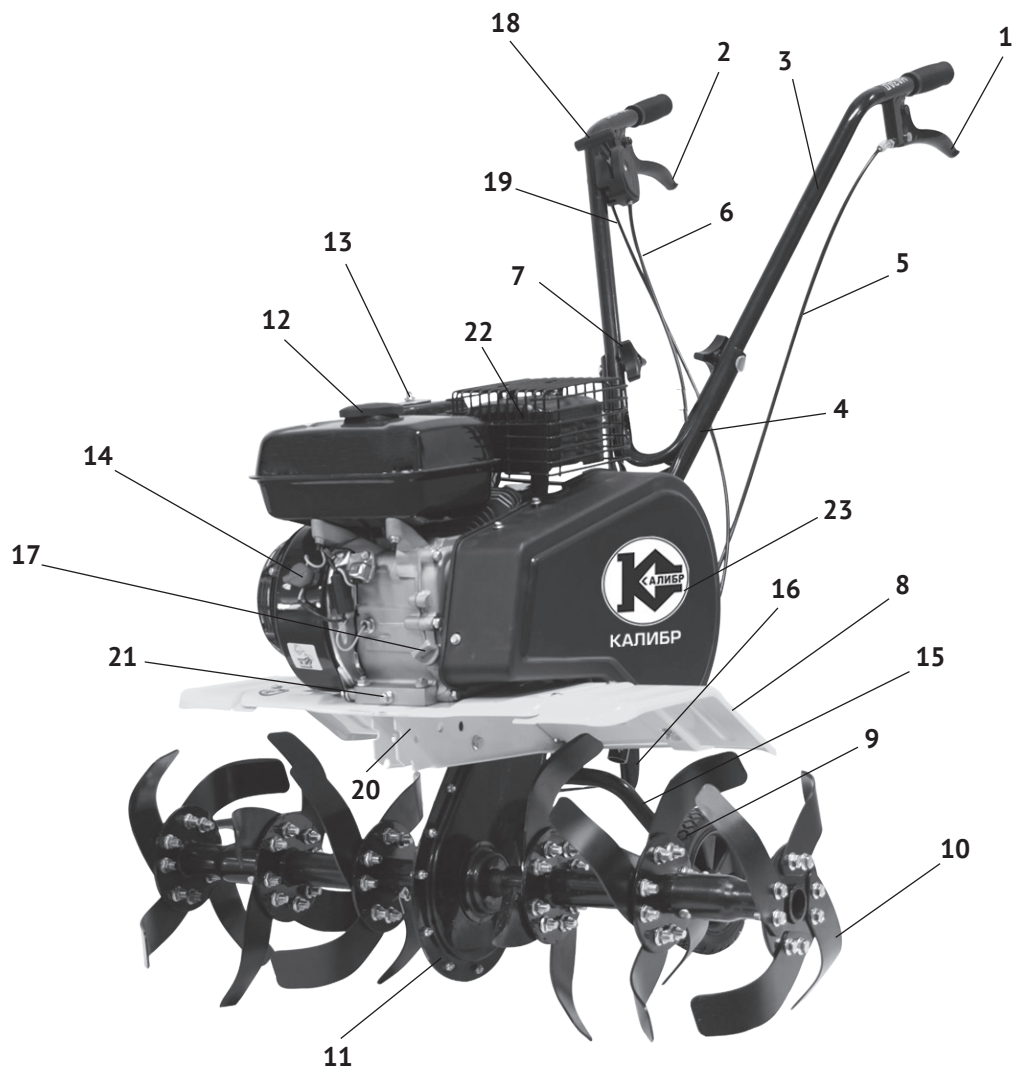

рис. 1
Двигатель работает на неэтилированном бензине АИ- 92. Он оснащён мембранным карбюратором и электронной системой зажигания. Для запуска двигателя служит ручной стартёр. Органы управления культиватором (рычаги привода фрез для движения «вперёд»/ «назад» и рычаг управления дроссельной заслонкой) расположены на рукоятке управления (рис.1 поз.3). На двигателе находятся: топливный кран (положения «ON» и «OFF»), воздушная заслонка (положения «открыто» и «закрыто») и выключатель зажигания (положения «ON» и «OFF»).
Двигатель культиватора и передаточный механизм закреплены на раме (рис.1 поз.20). Коленчатый вал двигателя, расположенный горизонтально, передаёт крутящий момент, ремёнными передачами, на большой двухручьеvый шкив, закреплённый на ведущем валу с приводной звёздочкой цепи. Передача вращения с ведущего вала на приводной вал фрез осуществляется цепной передачей. При нажатии на один из рычагов управления приводом фрез (рис.1 поз.1 или 2), ролик прижимного механизма натягивает один из ремней и большой шкив с ведущим валом приводной звёздочки цепи начинает вращаться. Ведомая звёздочка с валом редуктора передаёт вращение на фрезы культиватора. При движении «вперёд» (нажат рычаг 2 рис.1) фрезы культиватора производят обработку грунта. Движение «назад» (нажат рычаг 1 рис.1) применяется для отвода культиватора после обработки, при невозможности его разворота (мешают кусты, опоры, деревья).
## 2.5 Общий вид культиватора представлен на рис.1
- присоединив колёса с двух сторон к опорному кронштейну, зафиксировать их болтовым соединением с внешней стороны кронштейна (рис.1 поз.15).
- совместить крепёжные отверстия в нижней части рукояток управления (рис.1 поз.4) с отверстиями на раме культиватора;
- прикрепить верхнюю рукоятку (рис.1 поз.3) к нижним гайками-барашками.
- установить регулятор глубины вспашки (рис.1 поз.16) на раму культиватора;
- раскрутить винтовое соединение рычага управления дроссельной заслонкой (рис.1 поз.18);
- прикрепить трос управления дроссельной заслонкой (рис.1 поз.19) так, чтобы он располагался с внутренней стороны;
- раскрутить винтовое соединение рычага привода фрез (рис.1 поз.1 и поз.2);
- для удобства транспортировки культиватора, регулятор глубины вспашки (рис.1 поз.16)
Выкрутите пробку-щуп (рис.1 поз.17) из маслозаливной горловины и залейте в картер масло необходимой марки до нижнего края горловины. Вставьте сухой чистый щуп в горловину картера и извлеките его. Проверьте уровень масла: граница смоченной области щупа должна располагаться между отметками минимального и максимального уровней.
Открутите крышку топливного бака (рис.1 поз.12). Заливайте бензин в топливный бак не более чем на 1 см ниже уровня основания заливной горловины. Перед запуском двигателя тщательно протрите крышку бензобака, удалив возможные при заправке брызги топлива.
Перед запуском убедитесь, что рычаги привода фрез (рис.1 поз.1 и 2) не нажаты.
- перевести выключатель зажигания (рис.1 поз.14) в положение «ON» – включено;
После прогрева двигателя в течение 10-40 секунд (в зависимости от начальной температуры), переведите рычаг воздушной заслонки в крайнее правое положение - «открыто», а рычаг управления дроссельной заслонкой (рис.1 поз.18) в положение «минимально».
- отпустить рычаг привода фрез (рис.1 поз.1 или 2) для их остановки;